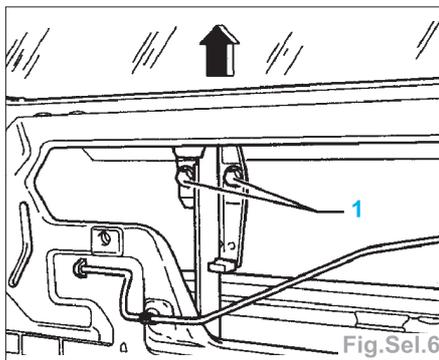

Fig.Sel.6
- Remonter complètement la glace de porte en actionnant le lève-glace et bloquer les vis (1) à 0,7 daN.m (Fig.Sel.6).